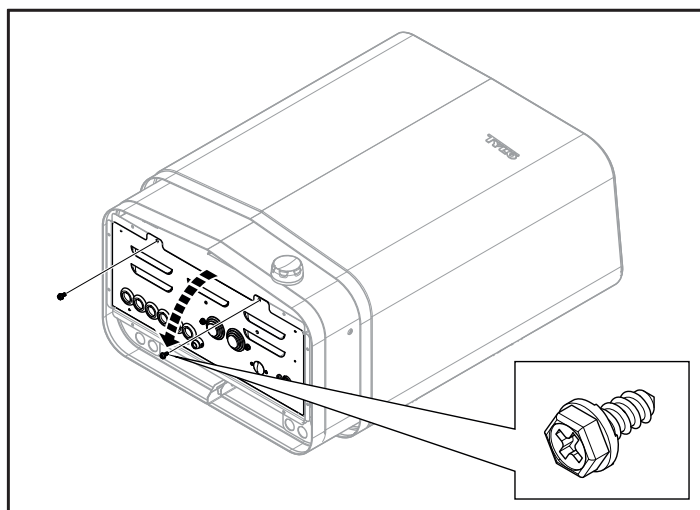

Fig. 9 : Ouverture/fermeture du volet
2. Desserrer les vis et ouvrir le volet (voir la figure 9).
7. Fermer le volet et serrer les vis (voir Fig. 9).